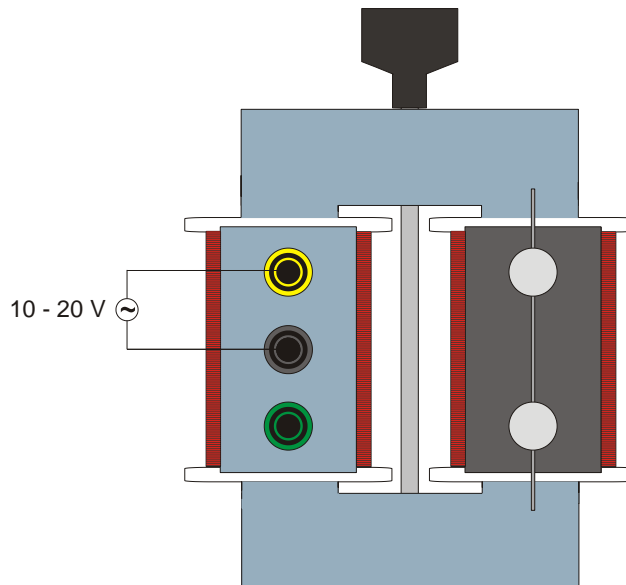

Fig. 1 Experimenteller Aufbau
- Transformator wie in Fig.1 zusammenbauen und auf hitzebeständige Unterlage stellen.